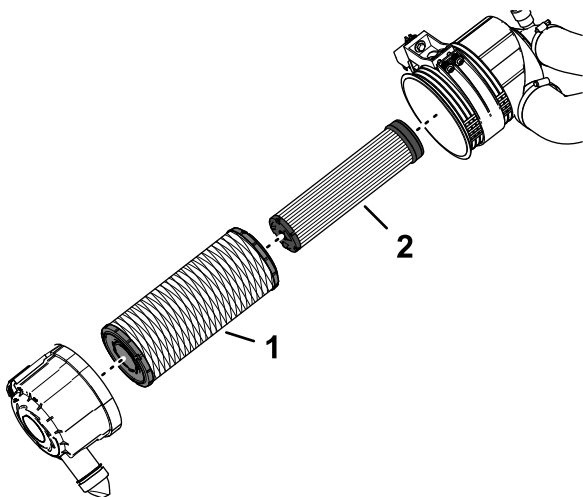

Рисунок 110
1. Проверьте элемент контрольного фильтра (Рисунок 110). Если он загрязнен, замените его.
Внимание: Никогда не пытайтесь очистить контрольный фильтр (Рисунок 110). Заменяйте контрольный фильтр новым после каждых трех обслуживаний фильтра грубой очистки.